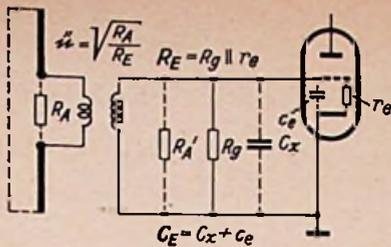

Bild 5. Prinzipschaltung einer UHF-Eingangsstufe mit Antennenanpassung
nungserhöhung durch die Eingangstransformation einer Breitband-UHF-Stufe (Bild 5) charakteristische Kenngrößen ableiten [4]. In diesem Fall ist jedoch das Produkt aus Spannungsüberhöhung A (vergleichbar mit der Aufschaukelung A im Normalwellenbereich) und der Wurzel aus der Bandbreite B maßgebend. Die notwendige Anpassung des Antennenwiderstandes  $R_A$  an den Eingangswiderstand  $R_E$  erfordert ein Transformationsverhältnis  $\bar{u}$  nach Formel (11). Durch die Anpassung wird der wirksame Eingangswiderstand halbiert und die Spannungsüberhöhung ergibt sich nach Formel (12). Die Bandbreite des Eingangskreises läßt sich dann nach Formel (13) errechnen. Für die Breitbandqualität des Eingangskreises läßt sich als charakteristischer Kennwert das Produkt  $(A \cdot \sqrt{B})$  nach Formel (14) ableiten. Ebenso ergibt sich eine Grenzfrequenz  $f_g$  nach Formel (15). Auch bei der Eingangsübertragung ist ein Optimalbereich mit einer oberen Grenzfrequenz  $f_o$  nach Formel (16) vorhanden, in dem die gewünschte Bandbreite B durch entsprechende Einstellung von  $R_E$  ( $R_E = r_e || R_g$ ) eingehalten werden kann. In dem anschließenden Grenzbereich, in dem bei 200 MHz praktisch ausschließlich gearbeitet wird, erhält man die Spannungsüberhöhung A nach Formel (18) und im Optimalbereich nach Formel (17).